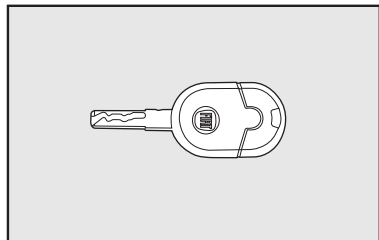

fig. 1
## CHAVES - fig. 1
- Duas chaves **fig. 1**.
A chave de ignição possui predisposição para instalação de telecomando a distância **A-fig. 1**.